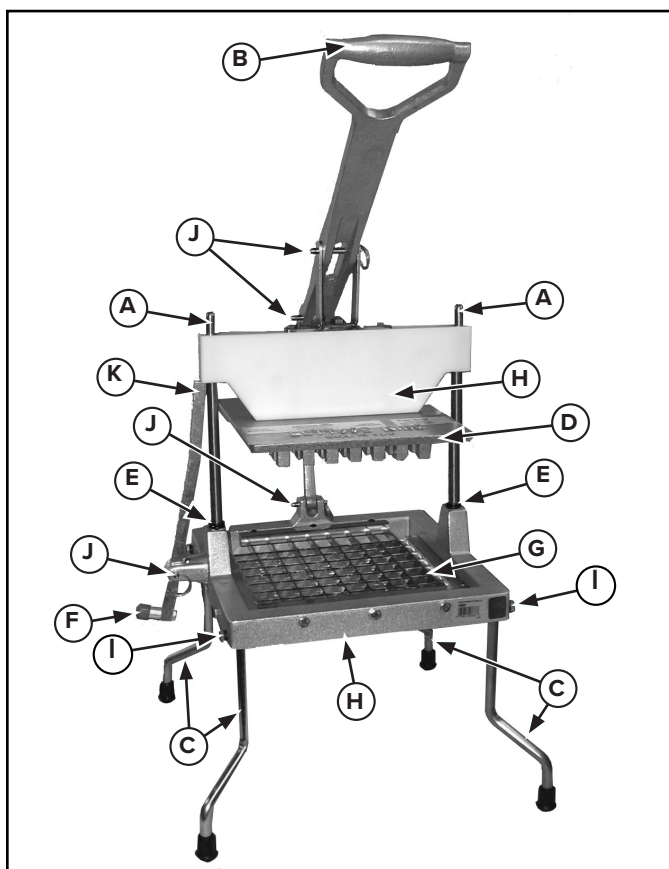

Figure 2. Caractéristiques et commandes du Lettuce King IV.
- Insérez les pieds (C) dans les trous du socle (D) de manière à ce que la partie inclinée du pied soit tournée vers l'extérieur. Voir la figure 2.
- Fixez les pieds (C) au socle (D) à l'aide des vis (A) et des rondelles en caoutchouc (B). Voir la figure 2.
Lettuce King IV: Tenez la poignée (B), enlevez la main de la zone du jeu de lames et placez cette main sur le levier du verrou (F). Poussez le levier du verrou (F) à l'intérieur pour libérer le bras du verrou de (D). Voir la figure 2.
4. Enlevez les vis qui fixent le jeu de lames (I). Enlevez et jetez avec précaution le jeu de lames. Voir la figure 2.
5. Examinez la tête de poussée (D). S'ils sont ébréchés ou ébavurés, lissez les bords avec une petite lime plate.
6. Assurez-vous que les protections de lame (BB) sont installées sur le jeu de lames (DD et CC). Pour le Lettuce King IV, voir la vue éclatée.
7. Placez le jeu de lames inférieur (CC) dans le cadre (H) de sorte à le loger correctement, le côté tranchant vers le haut.
8. Installez les vis par la gauche du jeu de lames (G). Serrez jusqu'à ce qu'elles touchent le cadre (H). Tournez la vis jusqu'à ce qu'elle soit serrée, sans dépasser 1/2 tour ou 40 po-lb.
9. Placez la rondelle en caoutchouc entre le cadre droit (H) et le jeu de lames (CC). Insérez les vis dans le cadre et la rondelle en caoutchouc dans le jeu de lames. Tournez la vis jusqu'à ce qu'elle soit serrée, sans dépasser 1/2 tour ou 40 po-lb.
10. Placez le jeu de lames supérieur (DD) dans le cadre (H) de sorte à le loger correctement, le côté tranchant vers le haut.
11. Installez les vis par l'avant du jeu de lames (DD). Serrez jusqu'à ce qu'elles touchent le cadre (H). Tournez la vis jusqu'à ce qu'elle soit serrée, sans dépasser 1/2 tour ou 40 po-lb.
12. Placez la rondelle en caoutchouc entre le cadre arrière (H) et le jeu de lames (DD). Insérez les vis dans le cadre et la rondelle en caoutchouc dans le jeu de lames. Tournez la vis jusqu'à ce qu'elle soit serrée, sans dépasser 1/2 tour ou 40 po-lb.